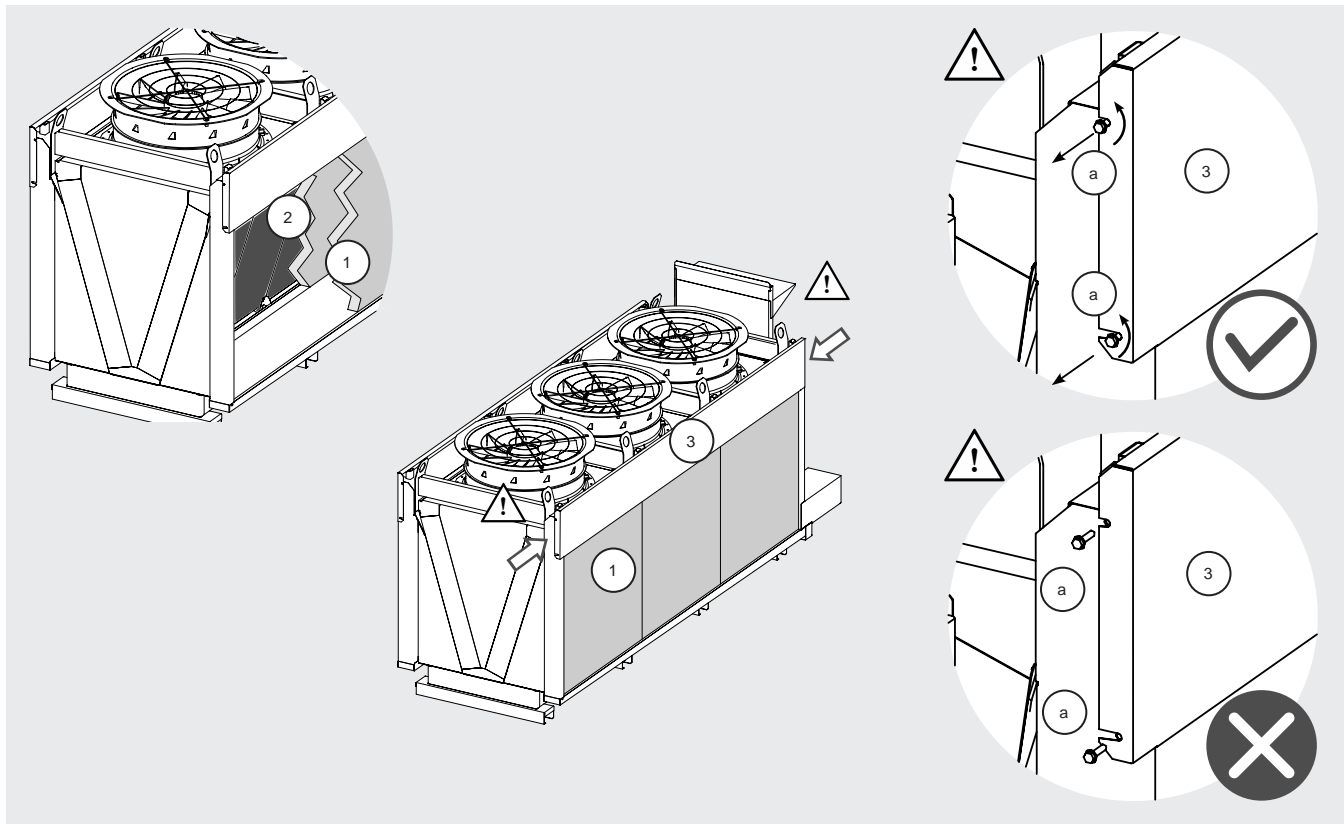

Abbildung 20
- 12.11.6 Zum Reinigen oder Austauschen der Verkleidungen entfernen Sie zuerst die äußeren Verkleidungen (1) und dann die inneren Verkleidungen (2). Siehe Abbildung 20.
- 12.12.4 Lösen Sie die Schrauben, mit denen der Abdeckung (3) des Düsenfachs befestigt ist, wie in Abbildung 20 dargestellt. Öffnen Sie die Abdeckung (3) des Düsenfachs wie in 12.11.8 dargestellt.